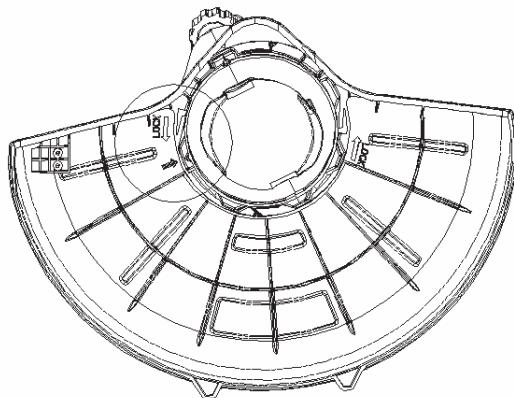
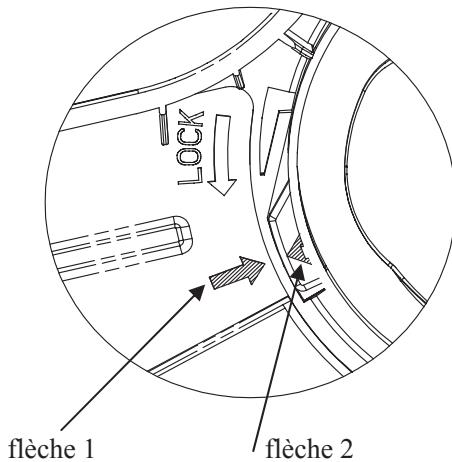

Fig. 5
Fig. 6
1. Alignez la flèche d'installation flèche 1 sur l'écran de protection anti-débris avec la flèche d'installation flèche 2 sur le logement de l'outil tel que montré sur la (Fig. 5 et Fig. 6.)
2. Tournez l'écran de protection anti-débris dans le sens montré sur le schéma, jusqu'à ce qu'il se bloque correctement en place (Fig. 6). Vérifiez que l'écran de protection anti-débris soit monté sur l'outil tel que expliqué dans la section CONNAITRE VOTRE DEBROUSSAILLEUSE dans ce manuel